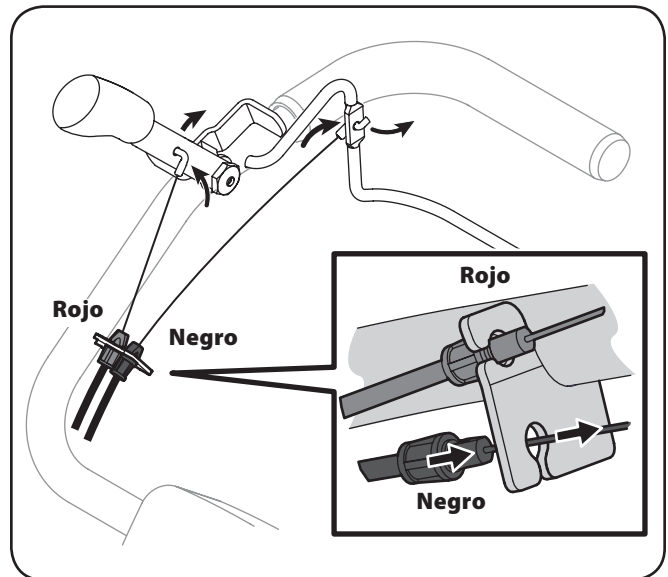

Figura 3-5
7. El cable de marcha adelante (negro) está orientado hacia la parte trasera de la manija derecha y colocado a presión en el soporte de montaje del cable tal como se muestra en la Figura 3-5.
8. Cuando el cable (negro) hacia adelante está correctamente conectado a la palanca del embrague, montar el cable en el cable de soporte de montaje. Ver Figura 3-5.
9. El cable inversa (rojo) se enruta por el lado derecho de la manija derecha y conectado a la manija inversa como se muestra en la Figura 3-5.
10. Cuando el cable de marcha atrás (rojo) está correctamente conectado a la manija inversa, montar el cable en el cable de soporte de montaje. Ver Figura 3-5.